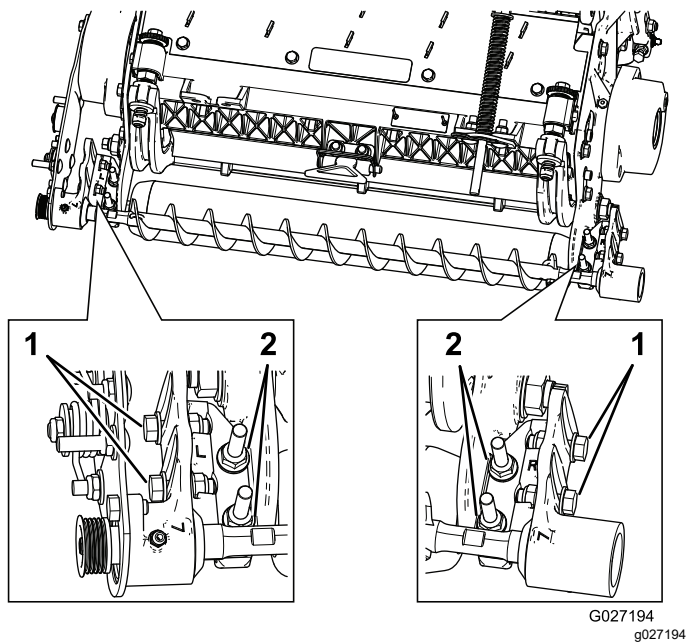

Рисунок 11
A. Ослабьте две фланцевые контргайки, крепящие монтажный кронштейн щетки катка к боковой пластине режущего блока (Рисунок 11).
B. Поверните корпус подшипника щетки катка так, чтобы пластина щетки была параллельна боковой пластине режущего блока (Рисунок 11).
C. Затяните две фланцевые контргайки, крепящие монтажный кронштейн щетки катка к боковой пластине режущего блока (Рисунок 11).
1. Ослабьте затяжку двух болтов крепления каждого из корпусов подшипника щетки катка к монтажному кронштейну щетки катка (Рисунок 11).